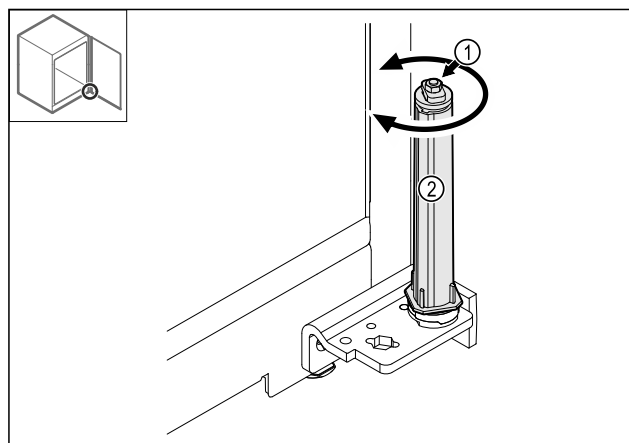

Fig. 31
- Ne szerelje szét a zárórendszer csavarkötését Fig. 31 (1).
- Forgassa el a zárórendszert Fig. 31 (2), amíg az be nem kattann.